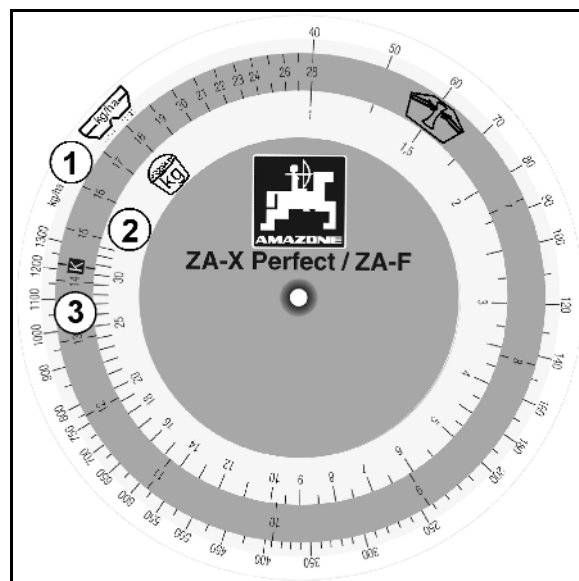

Fig. 67
1. Colgar el recipiente colector (Fig. 67/1) en el soporte (Fig. 67/2) mediante el estribo. Encajar el recipiente colector en el dispositivo de sujeción (Fig. 67/3).
2. Abrir por completo la corredera lateral (Fig. 67/4) de la resbaladera de salida, aprox., 5 seg. tirando del cable (Fig. 67/5) (así se garantiza una salida uniforme del abono). A continuación, volver a verter la cantidad de abono recogida en el depósito de la esparcidora.
5. Efectuar el recorrido de medición con exactitud desde el punto inicial hasta el final con las condiciones de campo, es decir, con la velocidad de trabajo prevista y constante. Abrir por completo la corredera lateral (Fig. 67/4) de la resbaladera de salida mediante el cable (Fig. 67/5) justo en el punto inicial del recorrido de medición (tirar de la corredera hasta el tope) y cerrarla en el punto final (al soltar el cable, el resorte (Fig. 67/6) hace que la corredera lateral adopte la posición de cierre).